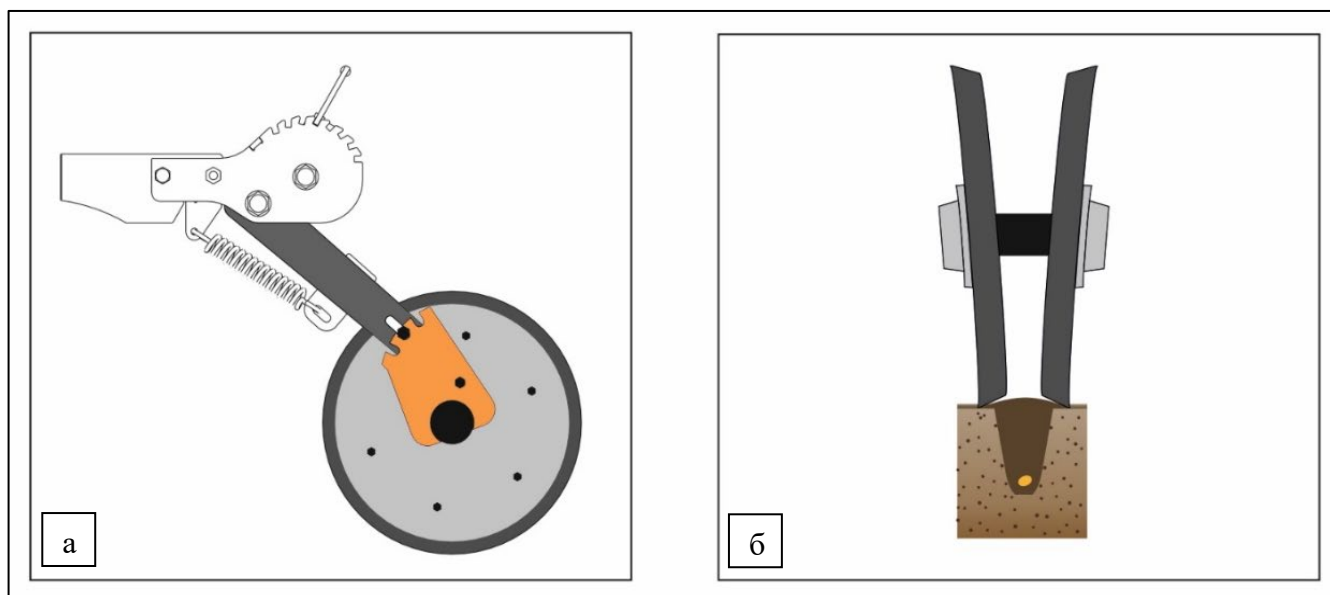

Рисунок 64 – Укрывающие колёса во втором положении (вид в разрезе):
Второе положение (рекомендуемое) – паз (2) кронштейна колёс. В таком положении укрывающие колёса укрывают борозду и прикатывают почву, рис. 64.